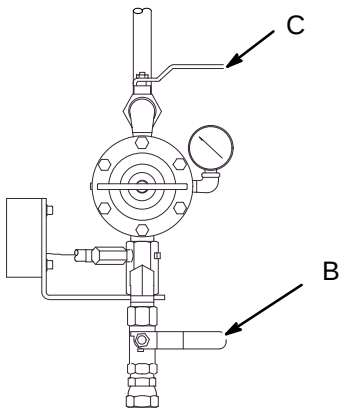

Fig. 3
1. Fig. 3. Pare la bomba cerrando la válvula neumática principal de purga más cercana a la entrada de aire del motor (C).